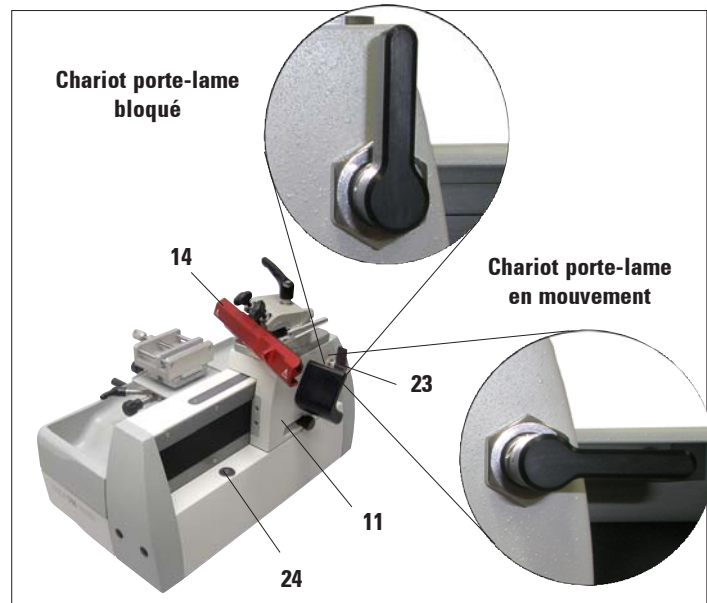

Fig. 2
- Avant le transport, bloquer le chariot porte-lame à l'aide du bouton de blocage (23, Fig. 2) !